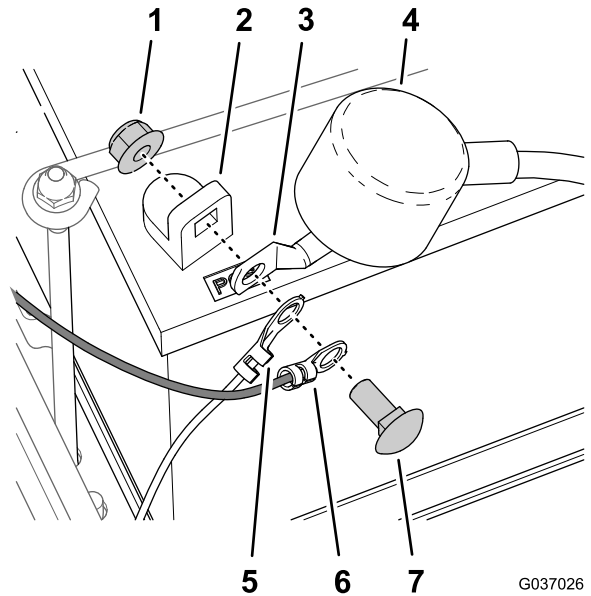

図 54
1. 車両のワイヤハーネスのリング端子、キットのワイヤハーネスのリング端子、バッテリーのプラスケーブル端子を、バッテリーのプラス端子に取り付ける 図 54。
2. リング端子とバッテリーケーブルの端子とを、バッテリーに固定する 図 54ステップ41 マシンの準備を行う (ページ 4) で外したボルトとナットを利用する。
3. バッテリーのプラス端子に赤いカバーを取り付ける 図 54。